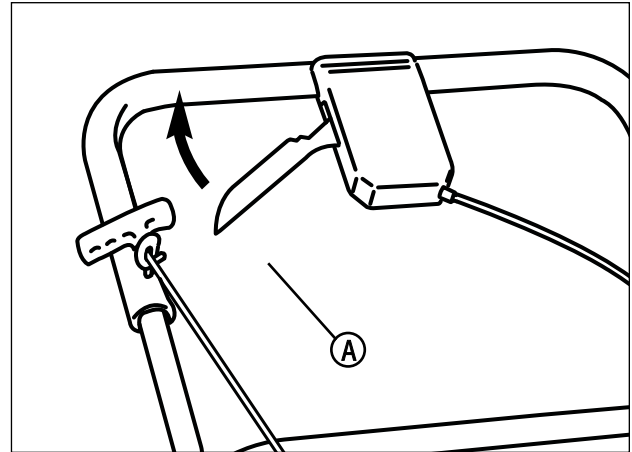

Figura 12: azionamento dell'impianto di trasmissione a trazione anteriore
2. Tirare lentamente all'indietro la leva della trasmissione (A, Figura 12). A questo punto l'impianto di trasmissione è innestato. Per aumentare la velocità di avanzamento tirare lentamente la leva della trasmissione all'indietro. Per ridurre la velocità di avanzamento rilasciare lentamente la leva della trasmissione.